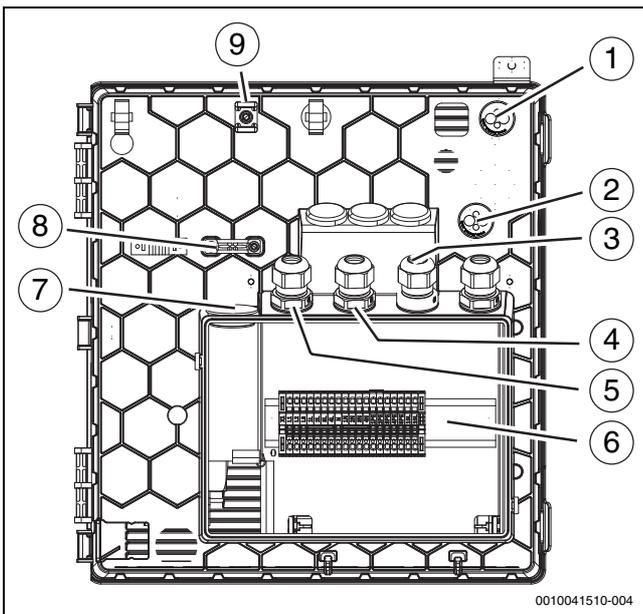

Bild 31 Kabeleinführungen zum Klemmenkasten
Bei Kabeleinführungen (→Abbildung 31 [1], [2], [7]) genügt ein kleiner Einstich in die Membran, dann können die Leitungen durchgeschoben werden.
- ▶ Nach dem Einführen der Kabel die Kabelverschraubungen festziehen (→Abbildung 31 [3], [4], [5]).
- ▶ Die festgelegten Befestigungspunkte [9] für die Befestigung der durch die Einführungen geführten Kabel verwenden (→Abbildung 31 [1], [2]).